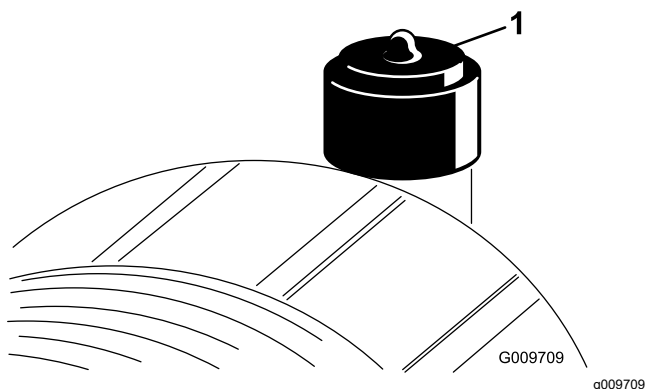

Figure 82
Faites l'entretien du filtre à air uniquement quand l'indicateur de colmatage (Figure 82) indique que cela est nécessaire. Ne remplacez pas le filtre à air plus fréquemment que nécessaire; cela ne fait qu'accroître le risque de contamination du moteur par des impuretés quand le filtre est déposé.
2. Réarmez l'indicateur de colmatage (Figure 82) s'il est rouge.